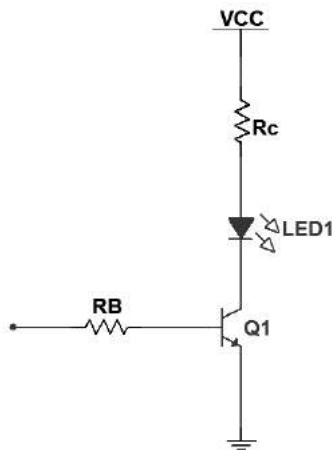
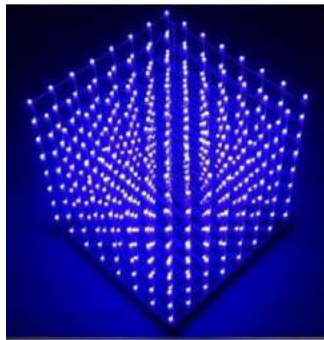

Figura 79: Driver de LED
Figura 80: Cubo de LEDs
A Figura 79 apresenta um circuito *driver* de LED. Este circuito aciona um LED quando recebe uma tensão positiva na entrada (terminal do resistor R_B). Um exemplo de aplicação prática deste circuito é o cubo de LEDs (ver Figura 80), onde apenas um LED acende de cada vez ... isto é, para formar uma imagem no cubo, todos os LEDs, que formam a imagem, acendem ... não todos ao mesmo tempo, mas um de cada vez com uma frequência superior a 30Hz, por exemplo!
É importante ressaltar que o cubo de LEDs é composto de vários circuitos como o apresentado na Figura 79 e outros componentes!
- Monte o circuito apresentado na Figura 79.